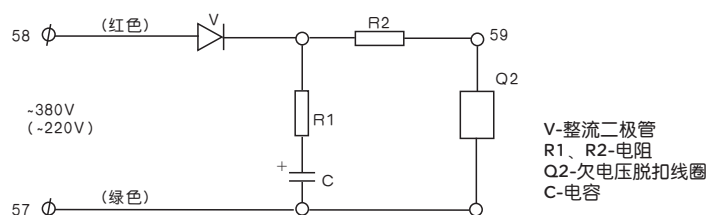

图9 欠电压延时脱扣器原理图
- 欠电压延时脱扣器它采用阻容放电原理(见图9),由电阻、电容、硅二极管组成半波整流,当网络电压为正常值时(85%-110%) U_e ,经过整流后电源一方面对电容C充电,另一方面给欠电压线圈正常吸合电压,当电源电压为70% U_e -35% U_e 时,电容C对线圈放电,使欠电压线圈在给定的时间内吸合,以保证欠电压脱扣器延时时将断路器断开。这种欠电压延时脱扣器为不可调试。